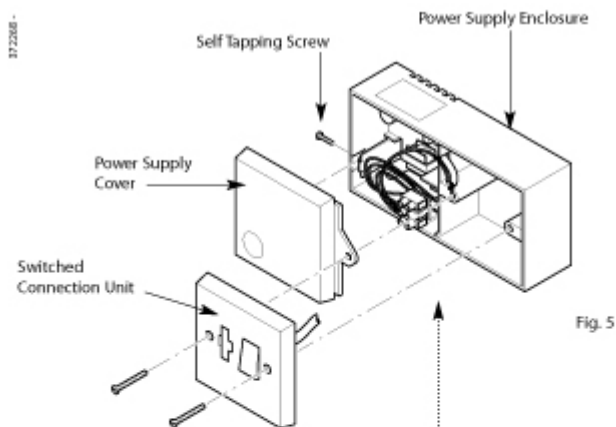

Fig. 5
3. Enlever les couvercles du boîtier (fig5).
9. Fermer le couvercle en utilisant la petite vis auto-forant (fig5).
11. Fixer l'interrupteur au boîtier avec les vis prévues (fig5).